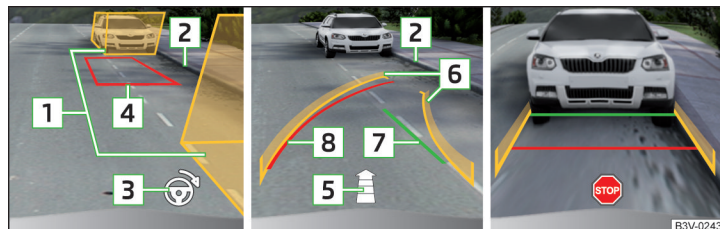

Fig. 281 Affichage à l'écran
- Arrêtez le véhicule de façon à ce qu'il n'y ait aucun obstacle dans les espaces entre les champs d'aide **1** » fig. 281 et à ce que le champ arrière ne s'étende pas au-delà de la limite latérale de l'espace de stationnement (par ex. bordure) **2**.